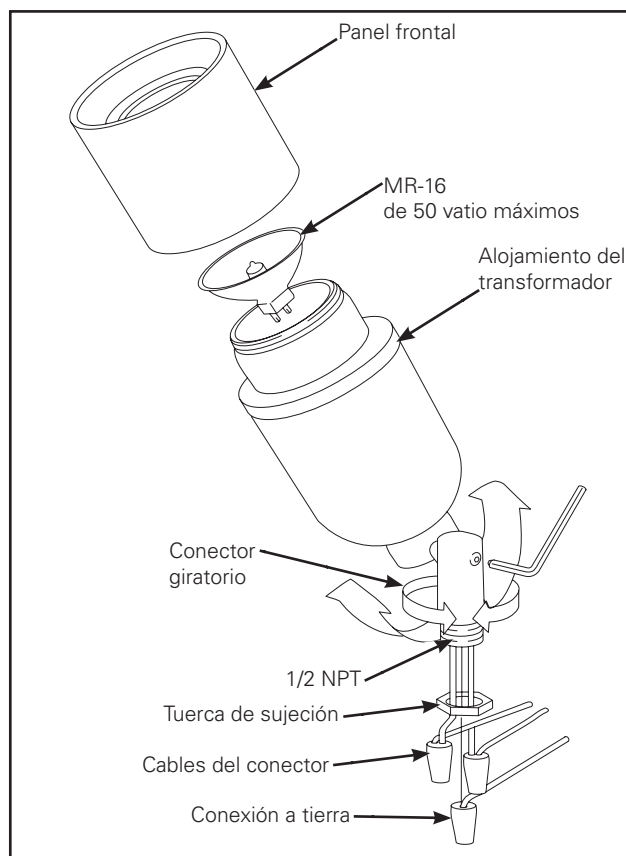

Figura 1.
- MR16 Para instalar una lámpara MR-16 en la luminaria, desenrosque el panel frontal, empuje las clavijas de la lámpara en los pequeños orificios del portacasquillo y vuelva a colocar el panel. Si fuera difícil enroscar el panel en el cuerpo, afloje unos tornillos en la pantalla exterior y atornille el panel en el cuerpo. No sobreajuste los pequeños tornillos de sujeción. (Figura 1.)